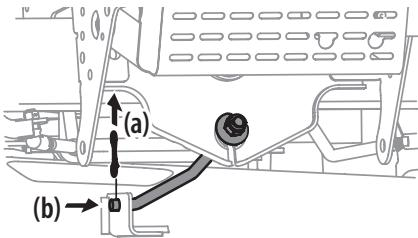

Figura 33
9. En plataformas de 36", 42" y 46", extraiga el pasador de chaveta (a) que sujetla la varilla estabilizadora de la plataforma (b) a la plataforma. Deslice la varilla de elevación de la plataforma fuera de la ménsula de montaje de la plataforma como se ve en la Figura 33.